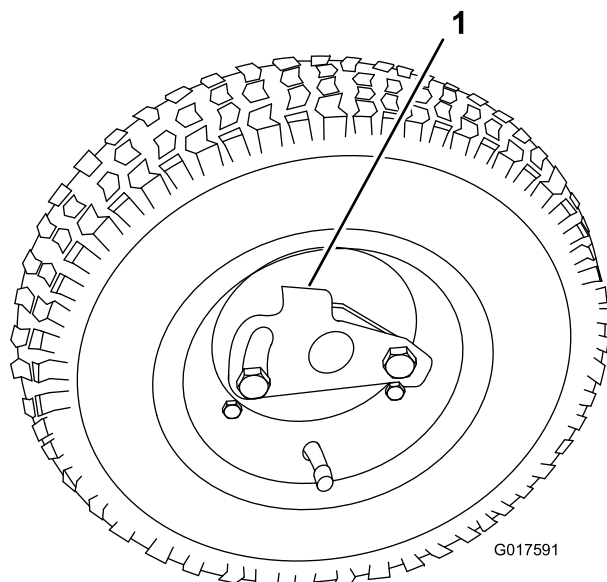

図 8
1. 車輪を車軸にはめ込む (図 8)。
2. ロッキングクリップを開き、タイヤを更に奥に押し込む 図 8。